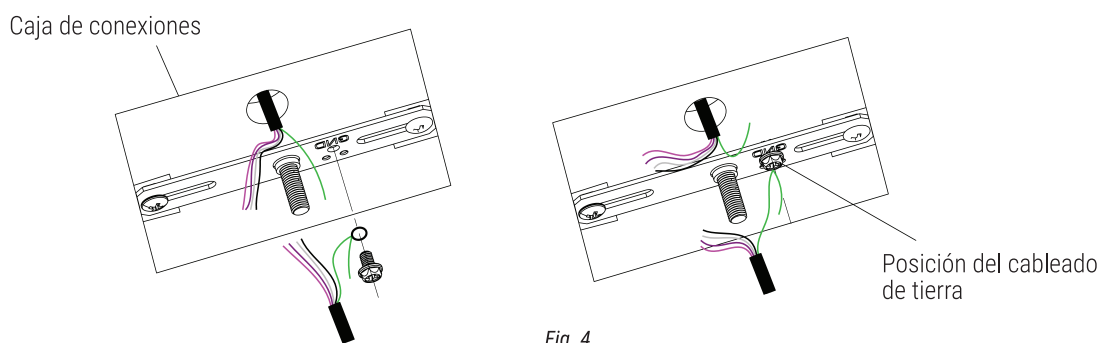

Fig. 4
6. Con el tornillo del cable de tierra, fije el cable de tierra principal y el cable de tierra del cable de alimentación juntos en el soporte de montaje. (Fig.4)